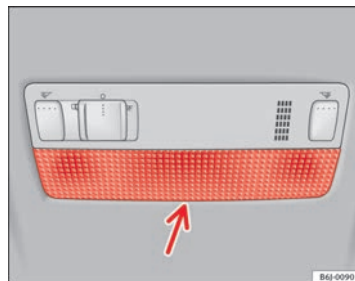

Fig. 185 Luce di lettura anteriore
- Introdurre un cacciavite dalla parte piatta tra il telaio e il vetro ⇒ fig. 185.